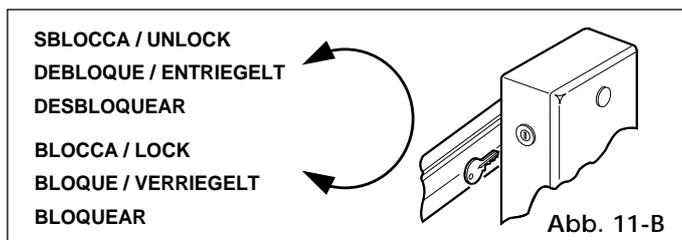

Abb. 11-B
- Den Dreieck-Standard Schlüssel (Abb. 11-A) oder personalisierten Schlüssel (Abb. 11-B) in das Schloß stecken und eine Drehung **gegen den Uhrzeigersinn** ausführen.